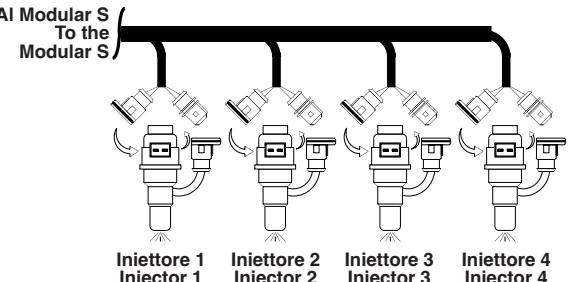
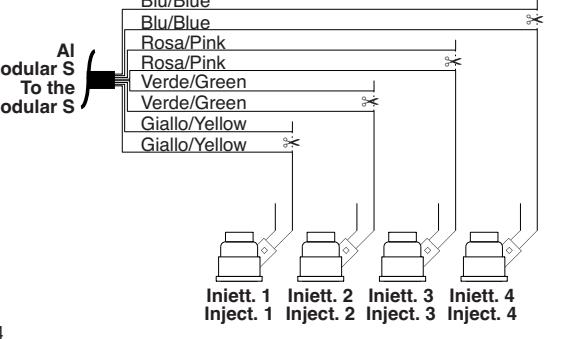

Fig. 3
Fig. 4
*In figura 3 è illustrato il collegamento del Modular S con cablaggi CAB Bosch, il collegamento con cablaggi CAB Sumitomo risulta analogo. I collegamenti con Modular S 6 canali risultano analoghi a quanto illustrato e detto per le figure 3 e 4. Su vetture 3 o 5 cilindri è indifferente quale grappolo o coppia di fili non viene collegato.
With a CAB harness use connectors of the same bunch on the same petrol injector (fig. 3). With a UNICAB harness (fig. 4) use harnesses of the same colour on the same injector.
Picture n. 3 shows the connection of MODULAR S with Bosch CAB harnesses; the connection with Sumitomo CAB harnesses is the same. The connections with the 6-channel Modular S are similar to figures 3 and 4.